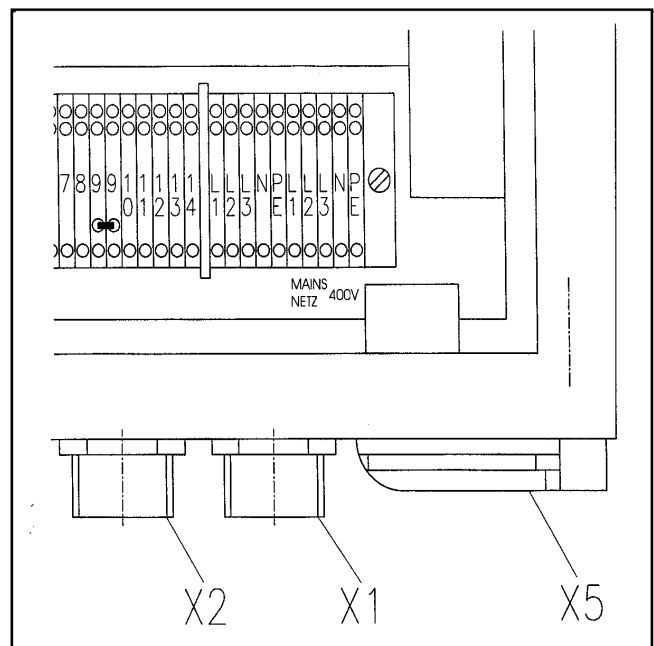

Fig. 6
**20600EEBC** Connection according to Fig. 6 in the switch box on lower terminal strip.
**20600 EEBC** Anschluß entsprechend Fig. 6 im Schaltkasten auf der unteren Klemmenschiene.